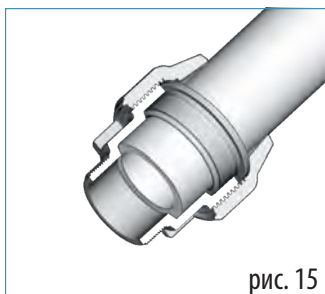

рис. 15
- 3) Вставьте трубу в корпус фитинга и затяните накидную гайку до упора (рис. 15).